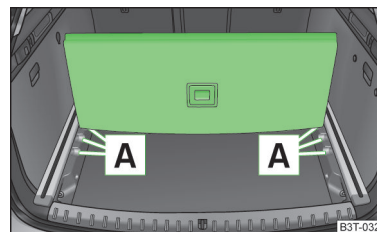

Fig. 98
- Insérer la partie arrière dans une des ouvertures **A** » fig. 98.